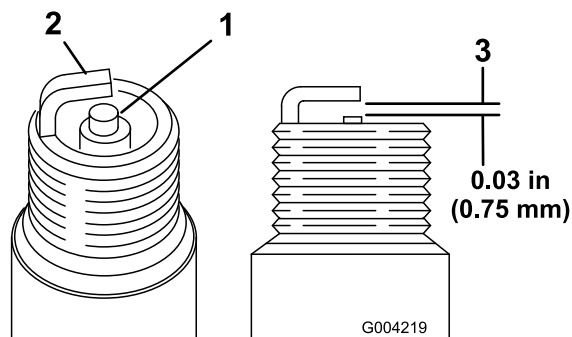

Figura 48
1. Controllate la parte centrale di entrambe le candele (Figura 48). Se l'isolatore è di color marrone chiaro o grigio, il motore funziona correttamente. Una patina nera sull'isolatore significa in genere che il filtro dell'aria è sporco.
2. Controllate la distanza tra gli elettrodi centrale e laterale (Figura 48).
3. Piegare l'elettrodo laterale (Figura 48) se la distanza non è corretta.